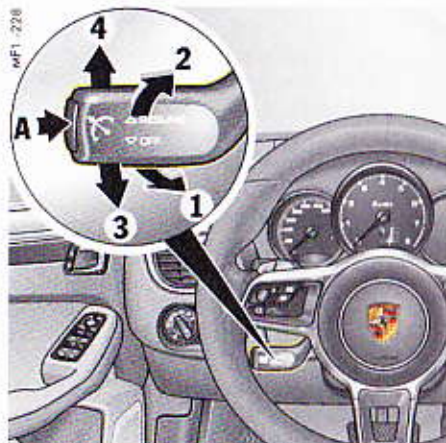

Fig. 288 : Levier de commande du Tempostat
- ▶ Pour augmenter la vitesse, poussez le levier de commande au volant vers l'avant (Fig. 288 à la page 361, **1**).
- ▶ Pour réduire la vitesse, tirez le levier de commande vers le volant (Fig. 288 à la page 361, **2**).
- A ▶ Poussez le levier de commande vers le bas (Fig. 288 à la page 361, 3)
- P ▶ Poussez le levier de commande vers le haut (Fig. 288 à la page 361, 4).